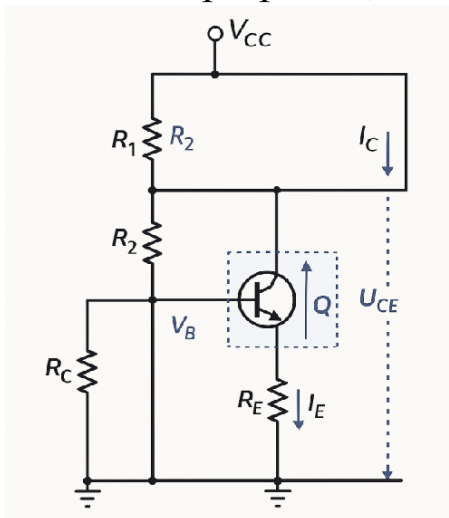

Рисунок 1 Підсилювач зі спільним емітером (СЕ)
1. Зберіть схему 1 (рис. 1), відключивши розділові конденсатори  $C_{вх}, C_{вих}, C_E$  (або замінивши їх розривом).